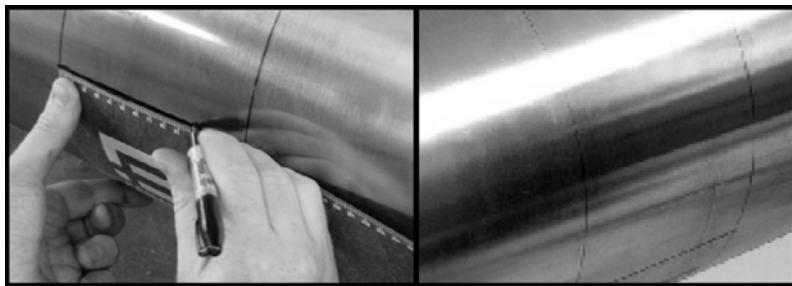

図 30:3 o' クロック位置のマーキング
- レイアウトテープの0スケールを、最初のトランスデューサの目的の位置に合わせます。(一般的な この点が水平3時上の配管位置となる。) 2本の円周線のそれぞれに0点でマークを付けます。以下の図30に示すように、直線エッジ(例えば、レイアウトテープのエッジ)を使用してこれらの各マークを接続する。